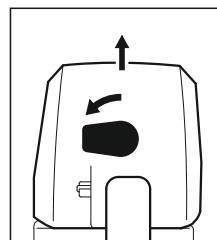

Рис. 64
- Нажать стопор рычага газа и одновременно рычаг газа, а также комбинированный рычаг установить в положение закрытой воздушной заслонки |←| (рис. 64).